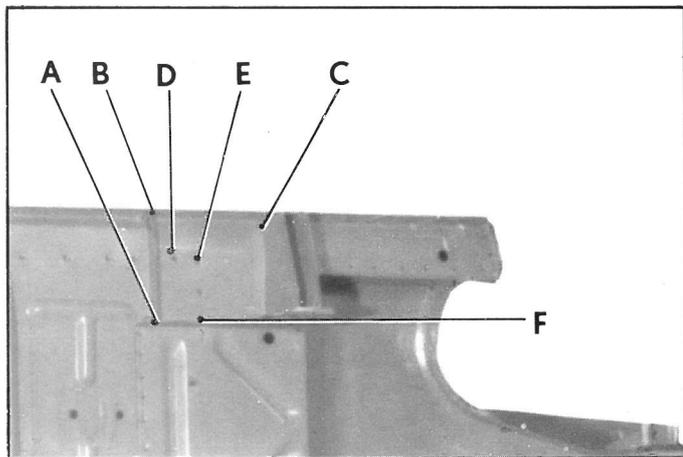

Fig. 1
- en C (fig. 1)
- en a (fig. 1 et 2)
- en CD (fig. 1)
- en DE (fig. 1) (côté tôle de fermeture)
en AB (fig. 1)
en BC (fig. 1)